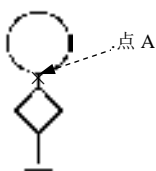

图 17.8.8 绘制圆（一）
(4) 绘制圆。选择下拉菜单 命令，捕捉图 17.8.8 所示的点 A（不要单击），向上移动光标，在命令行中输入数值 18 后按 Enter 键，输入半径 18 后按 Enter 键结束操作。绘制的圆如图 17.8.8 所示。